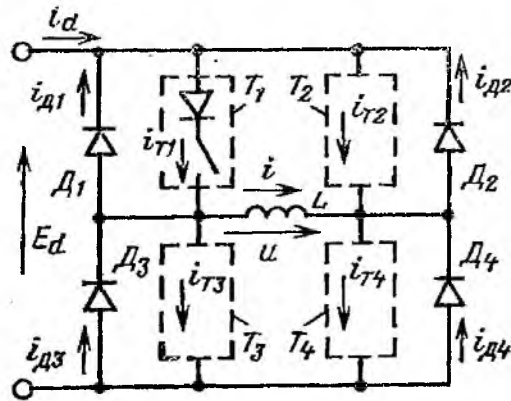

Рис. 8. Схема идеального однофазного мостового инвертора
12. В схеме идеального однофазного инвертора (рис. 8) тиристоры заменены соединенными последовательно диодами и ключами. Это позволяет не рассматривать коммутационные емкость C_K и индуктивность L_K . Нагрузкой инвертора является реактор с индуктивностью L . Построить кривые токов $i_d, i, i_{D1}, i_{D2}, i_{D3}, i_{D4}, i_{T1}, i_{T2}, i_{T3}, i_{T4}$ и напряжения u и вычислить среднее значение тока тиристора $I_{T,ср}$ и среднее значение тока диода $I_{d,ср}$, если $E_d = 10$ В, $L = 1$ мГн, $f = 100$ Гц.
Рис 25. Диаграмма характерных величин в схеме на рис. 8